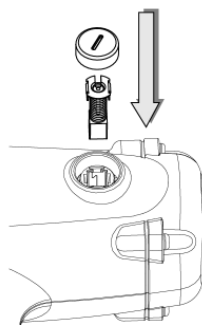

Рис. 5
- Установите новую угольную щетку и панель угольной щетки обратно в корпус в правильном порядке (см. рис. 5).